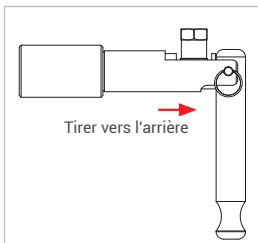

Figure 5
- ▶ Tirez légèrement sur le connecteur (flèche rouge Figure 5) dans le sens inverse du raccordement pour s'assurer de sa bonne fixation.